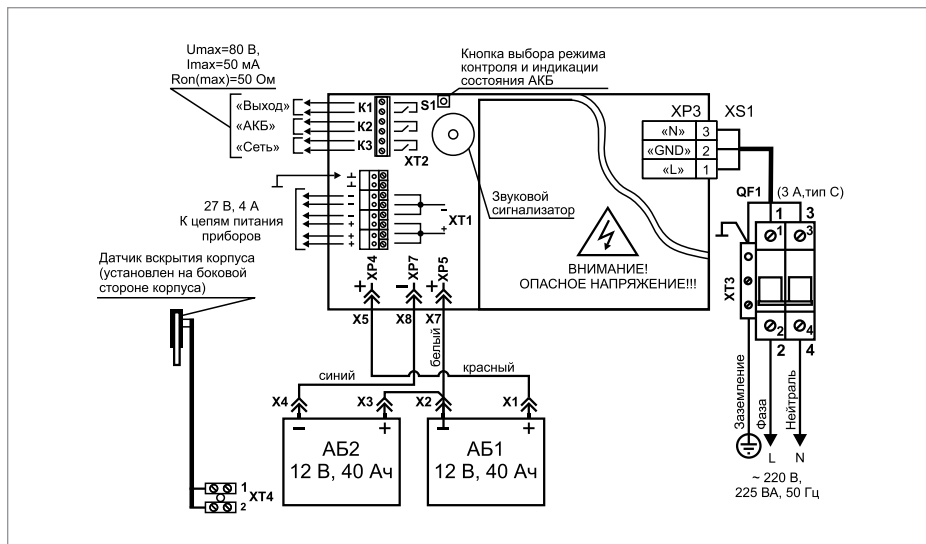

Рисунок 18. Схема подключения РИП-24 исп.06 (РИП-24-4/40МЗ-Р)
1.4. Схема подключения приведена на Рисунок 18. Подключите контур защитного заземления к клемме ХТЗ « $\frac{1}{\text{---}}$ ». *Запрещается использовать РИП без подключения к шине заземления!*
1.12. Проверьте правильность произведённого монтажа в соответствии со схемой подключения (Рисунок 18).
2.11. Отключите обе АКБ от платы РИП, отсоединив контакты Х1, Х2, Х3, Х4 от клемм АКБ (см. Рисунок 18).